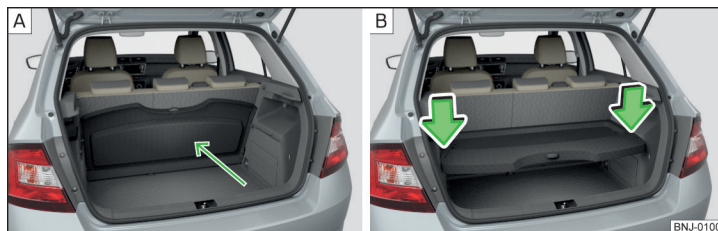

Fig. 101 Cappelliera: sistemata dietro i sedili posteriori / in posizione ribassata
Per trasportare oggetti più voluminosi, è possibile togliere la cappelliera e sistemarla in due posizioni » fig. 101 a pag. 90.
La cappelliera può essere sistemata nelle seguenti posizioni » fig. 101
- Premere sulla parte superiore della cappelliera nella direzione indicata dalla freccia » fig. 101 - **B**.